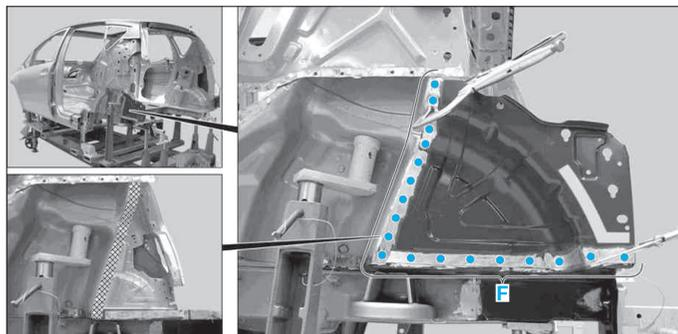

FIG. 142
- Souder la doublure du passage de roue arrière, zone (F) (Fig.142).